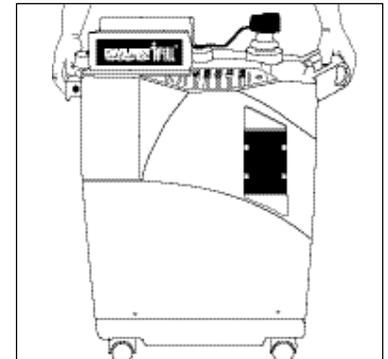

Figure 1
Il existe trois (3) façons de transporter le générateur d'oxygène personnel iFill DeVilbiss en toute sécurité (Figure 1):